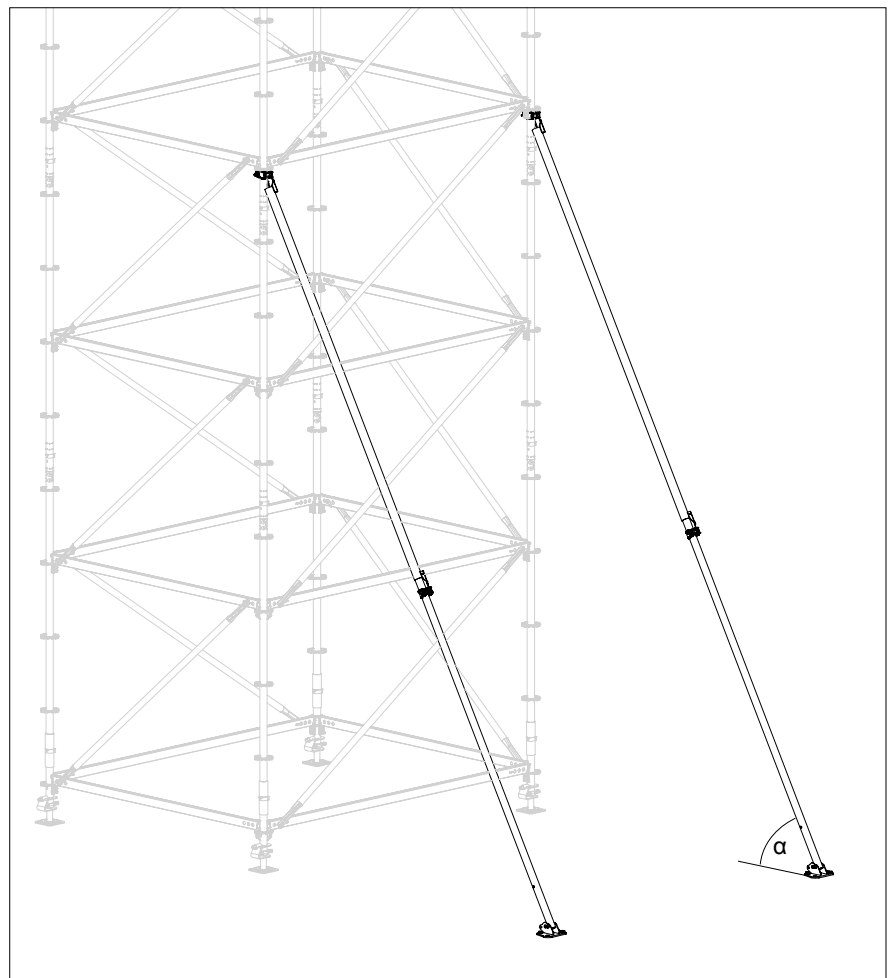

Abb. A15.01a
- Die Kräfteinleitung muss nahe am Horizontalriegel erfolgen. (Abb. A15.01a)